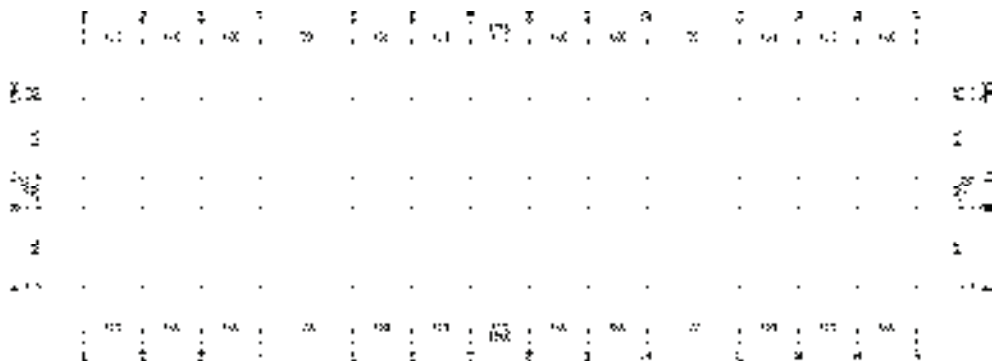

图 15-4 添加轴网标注
4) 根据命令行的提示，分别选择起始轴线与终止轴线，添加轴网标注，结果如图 15-4 所示。